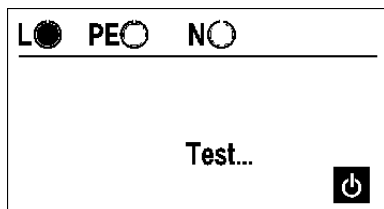

Bild 5.6.7: Laufende Prüfung
► Drücken Sie kurz die Taste "Start/On" (22), die Prüfung wird gestartet. Während der laufenden Prüfung wird 'Test...' (11) angezeigt, siehe Bild 5.6.7.